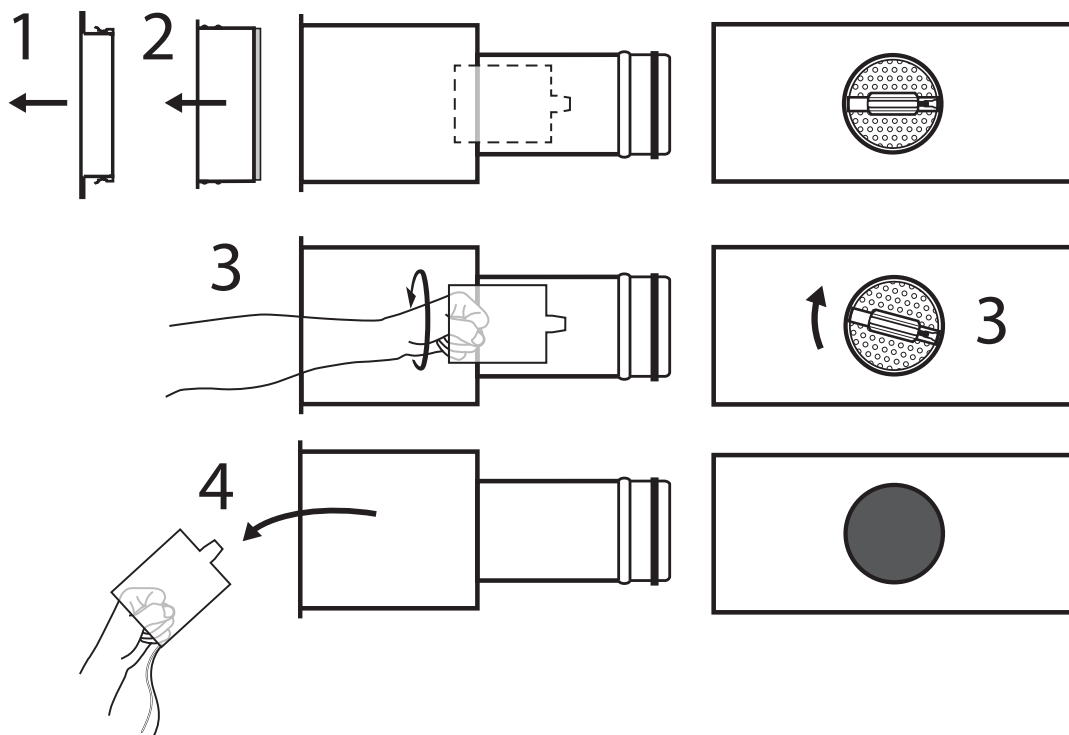

Bild 2. Demontering BRG och BRL-B, version b.
- 3) För in handen i anslutningslådan i riktning mot spjällinsatsen i lådans stös. För bakansluten låda BRL-B (bild 2) sitter denna i ryggen på lådan. För sidoansluten låda BRL-S sitter den i lådans kortsida vänster alt höger.
- 4) Ta tag i handtaget och vrid spjällinsatsen moturs så att den lossnar och dra ut spjällinsatsen ur lådan, se **Bild 2**, steg 3 och 4.